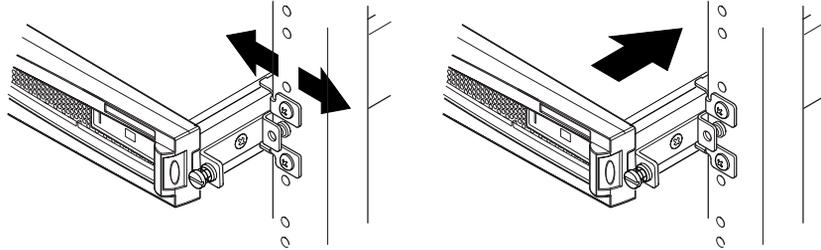

FIGURE 5-8 Ajustement des supports guidés et fixation du serveur dans le châssis
8. Alignez le serveur de sorte que les vis à oreilles situées sur les côtés s'insèrent dans les supports guidés du châssis (voir la FIGURE 5-8).